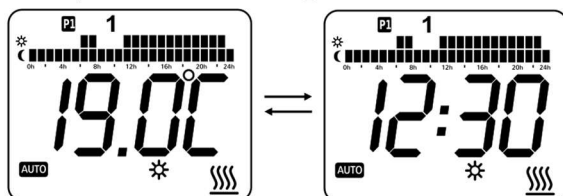

Figura 3. Pantalla en modo Auto, alternando entre la temperatura de programación y la hora.
1. Coloque el radiador en el suelo como (Figura 3).